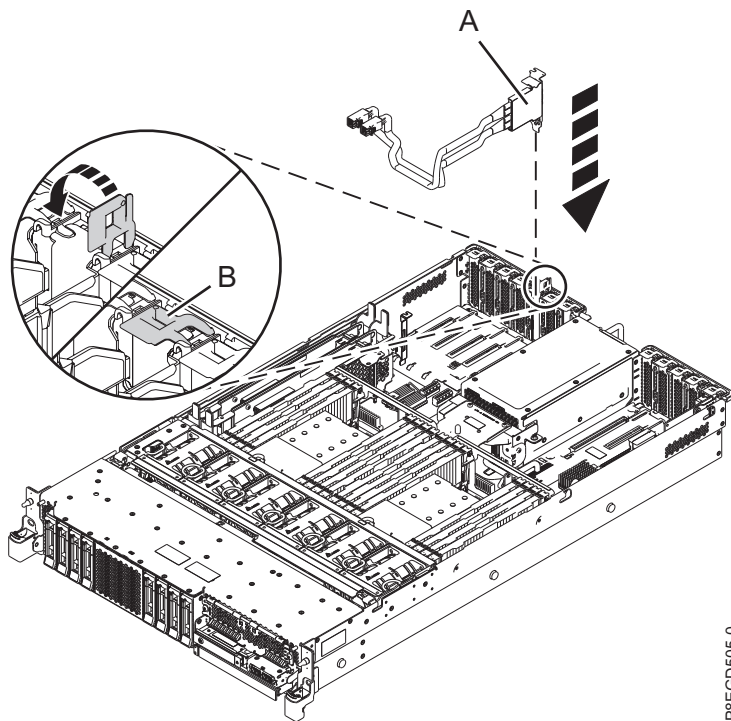

図 5. 背面 SAS ケーブルの取り付け
2. 背面 SAS ケーブル (A) を PCI アダプター・スロット P1-C8 に再取り付けします。図 5 に示すように、PCI アダプターのリテーナー・ラッチ (B) を閉じます。